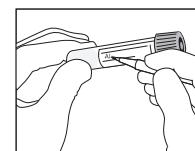

Abb. 4
6. Schreiben Sie Patienteninformationen auf das Etikett des Röhrchens oder bringen Sie ein Etikett zur Patientenidentifikation an (Abb. 4).